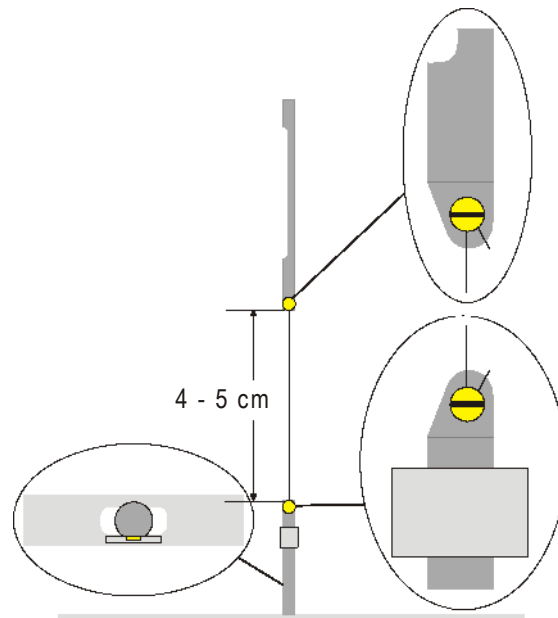

Fig. 3 Representación esquemática del péndulo de torsión (Detalle a la izquierda: Travesaño con la suspensión inferior, visto por encima)
- La suspensión inferior se atornilla en el centro del travesaño, teniendo en cuenta que la superficie del espejo quede paralela al travesaño (ver Fig. 3).
tornillos, teniendo en cuenta que el hilo no se doble. El hilo debe, en lo posible, quedar centrado entre las dos suspensiones (ver Fig. 3).